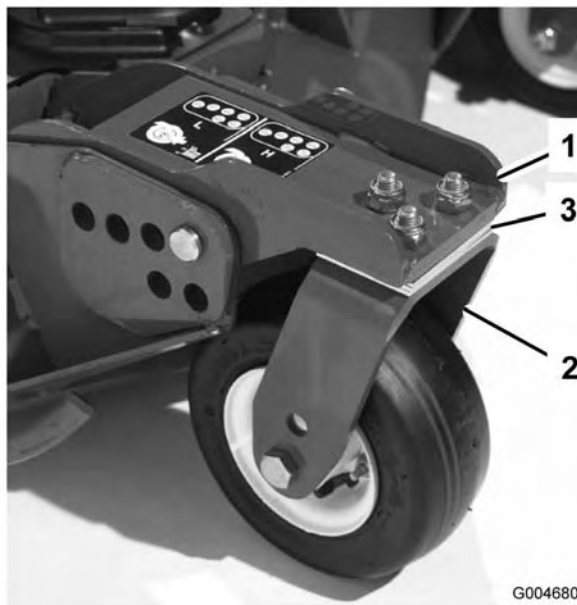

Figura 27
Gire la cuchilla de cada eje hasta que los extremos estén orientados hacia adelante y hacia atrás. Mida desde el suelo hasta la punta delantera del filo de corte. Ajuste los suplementos de 1/8 pulgada de las horquillas de las ruedas giratorias delanteras para que la altura de corte se corresponda con la marca de la pegatina (Figura 27). Para el eje de la cuchilla exterior solamente, consulte el procedimiento Ajuste de la inclinación de la unidad de corte, en Mantenimiento del cortacésped, página 55.
3. Si el borde interior de la unidad de corte lateral está demasiado alto respecto al borde exterior de la unidad de corte delantera, retire un suplemento de 3 mm de la parte inferior del brazo interior delantero de la rueda giratoria en la unidad de corte lateral (Figura 27). Vuelva a comprobar la medida entre los bordes exteriores de ambas unidades de corte laterales y el borde interior de las unidades de corte laterales y el borde exterior de la unidad de corte delantera.